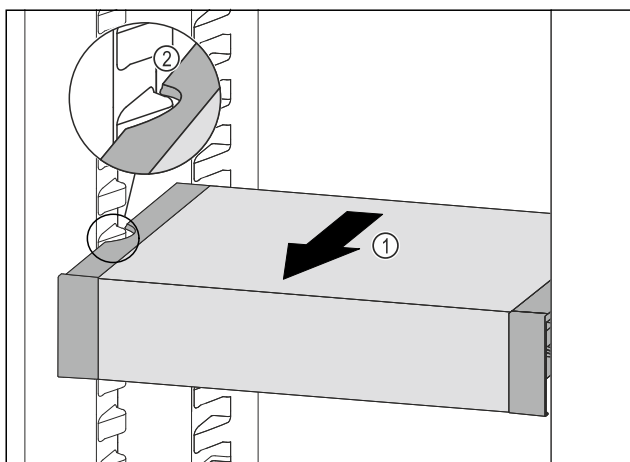

Fig. 102
- ▶ Вытягивайте VarioSafe вперед Fig. 102 (1), пока боковые выемки VarioSafe не окажутся на высоте выступа резервуара в холодильном отделении. Fig. 102 (2)